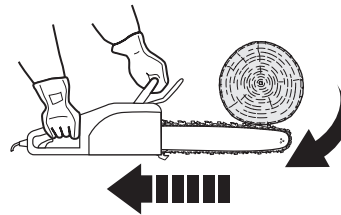

Fig. 27
2. El pinzamiento de la cadena (3) en la parte superior de la espada (4) puede presionar rápidamente la espada hacia atrás, en dirección al operario (Fig. 27).